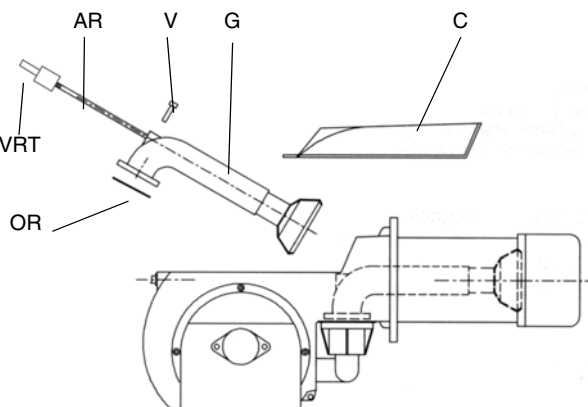

Рис. 27
- Снять, проверить и почистить голову сгорания (см. Рис. 27).